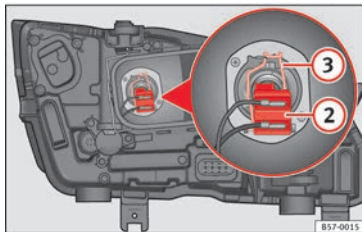

Fig. 103 Nel vano motore: lampadina degli anabbaglianti.
3. Estrarre il connettore » **fig. 103** (2) della lampada.
4. Sganciare la molla di ritegno » **fig. 103** (3) premendola verso l'interno e a destra.